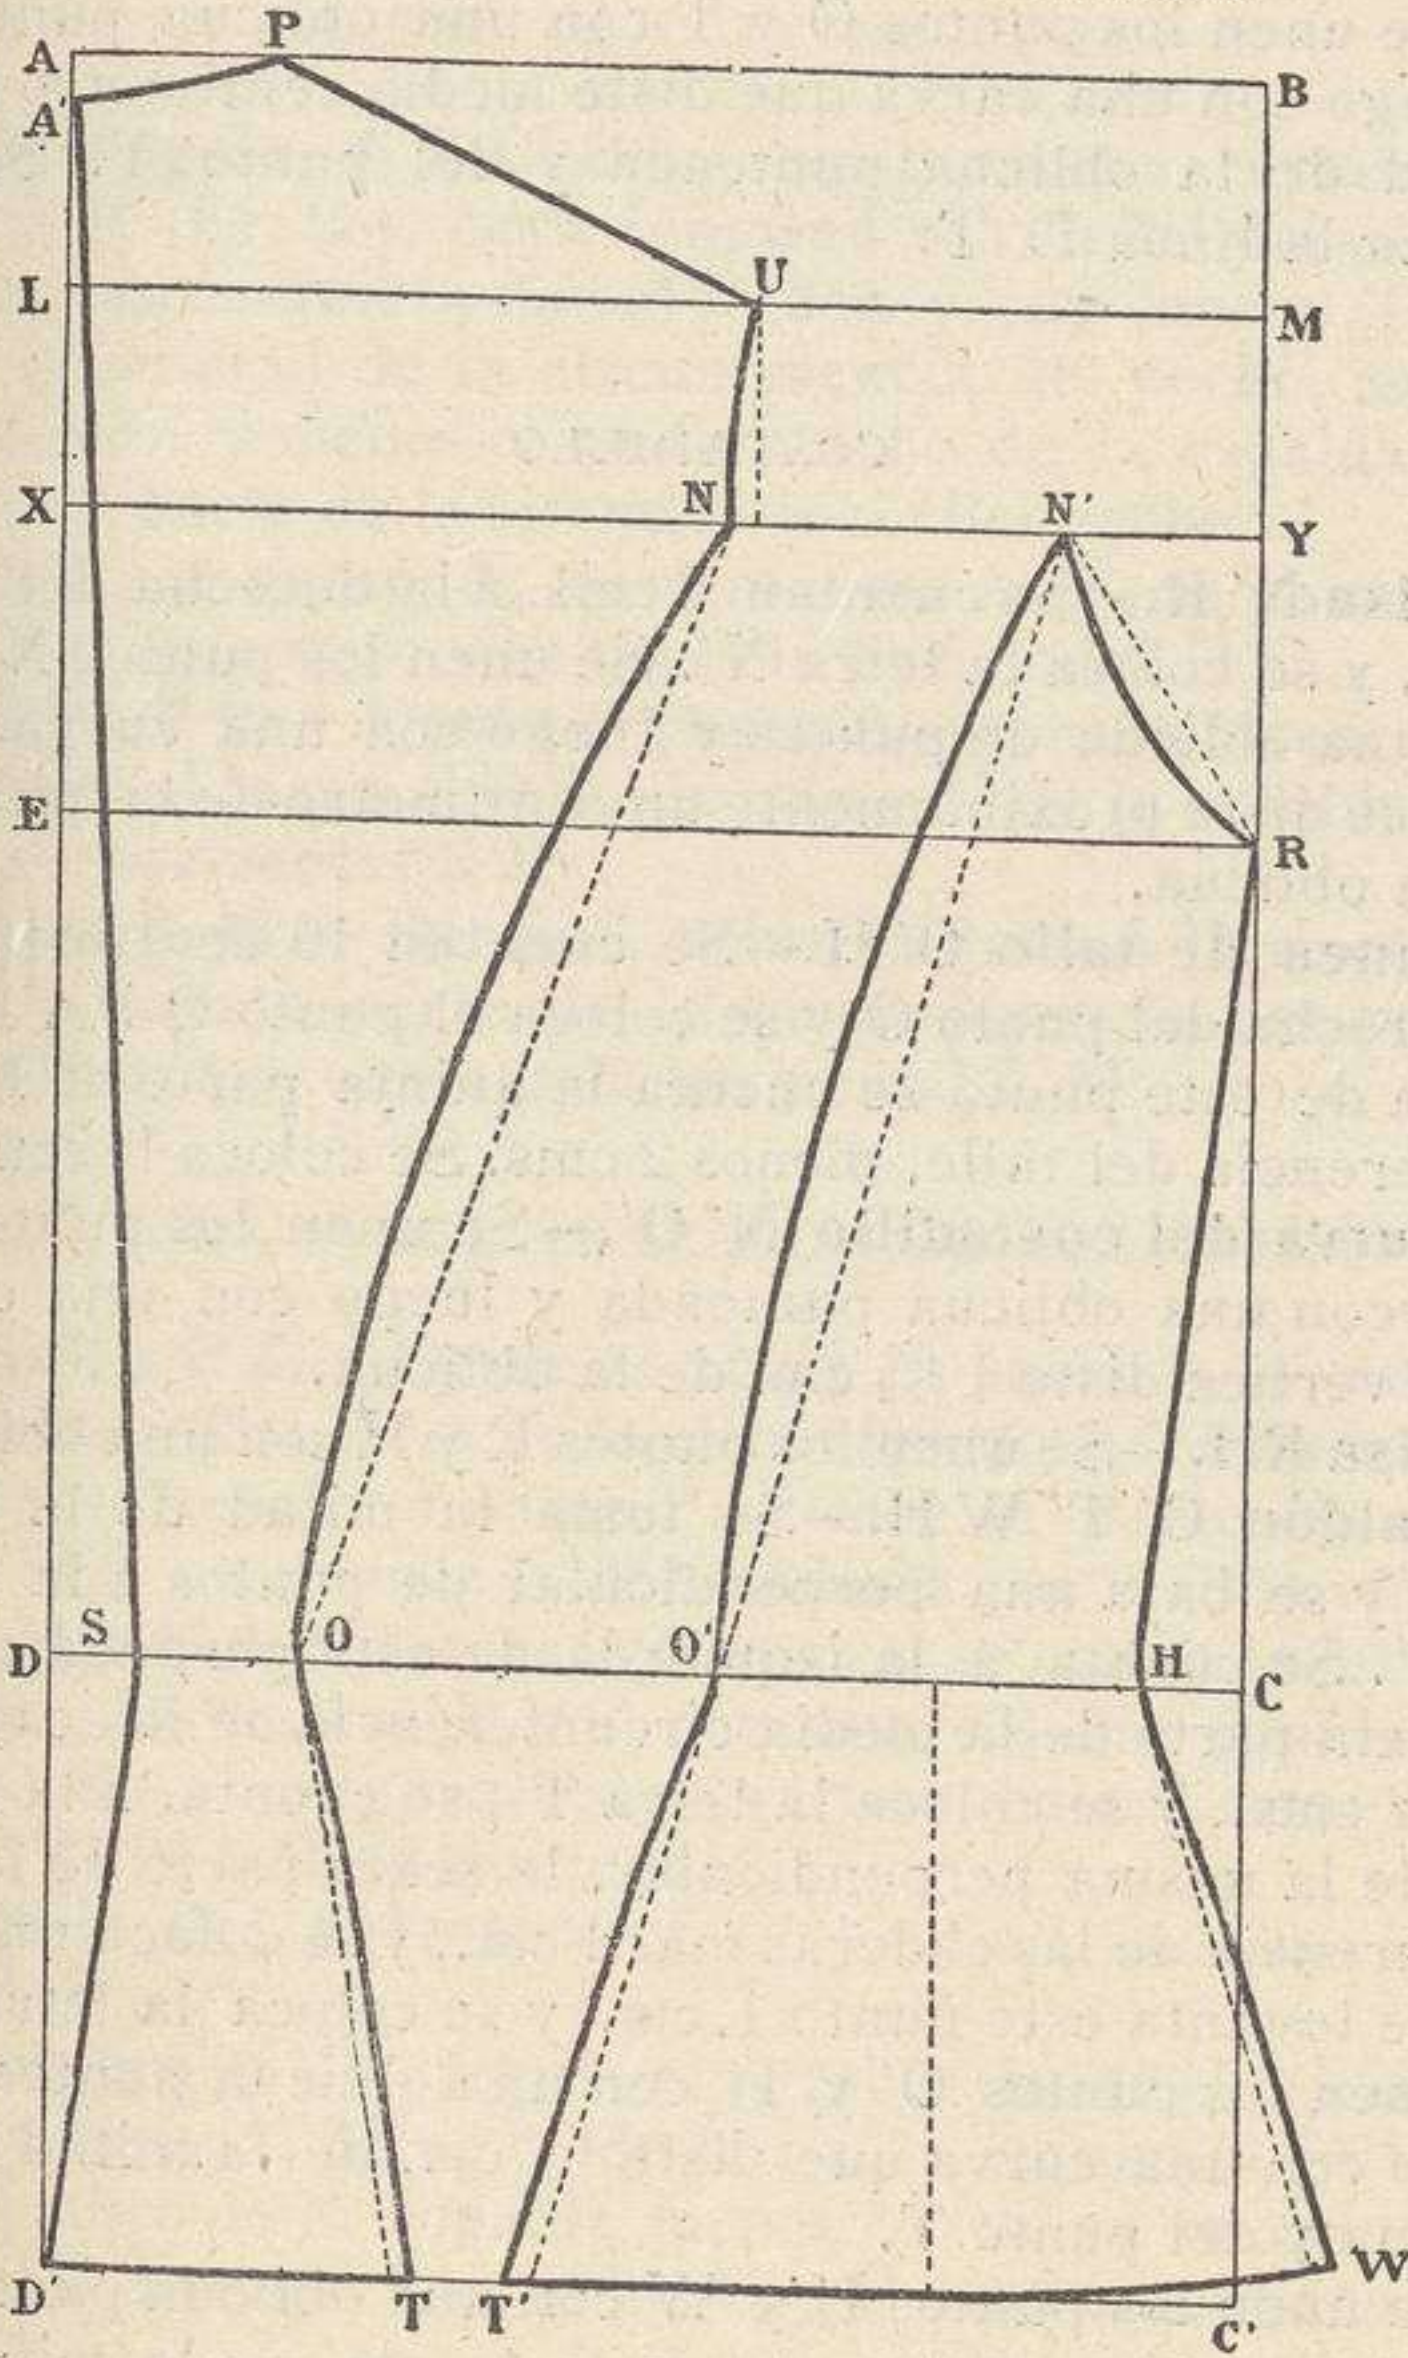

Fig. 25.—( $\frac{1}{5}$  del tamaño real).
**Rectángulo A B C' D'.** — Se traza un rectángulo A B C' D' (fig. 25), cuyo largo sea igual al largo de la